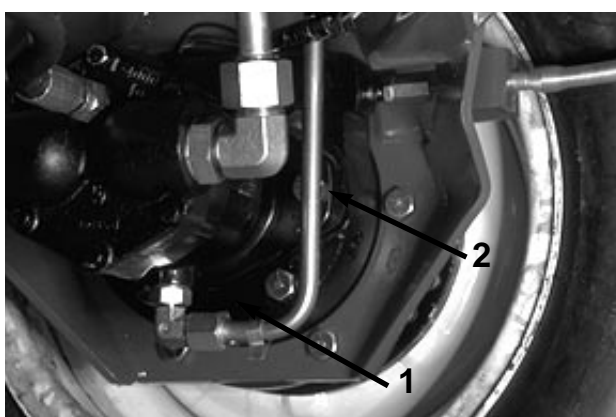

図 20
2. プラネタリのプラグ(図19)とブレーキ裏面の点検プラグ(図20)を抜き、ブレーキ前面と裏面の点検プラグの穴の下端まで油量があれば適正。